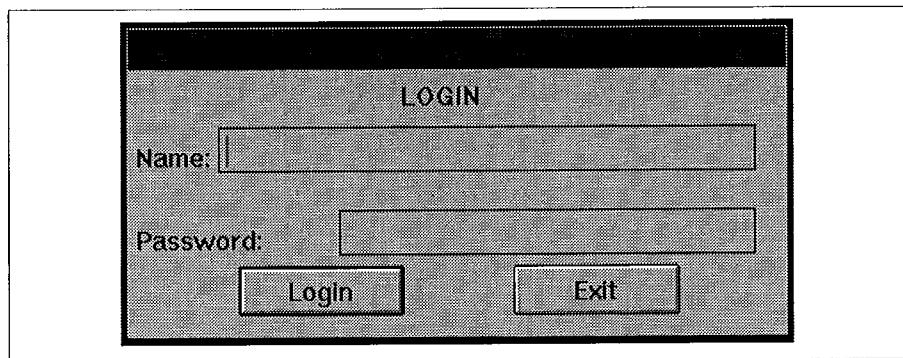

Figure 4-16 Connexion (exemple)
- 2 Cliquez sur le bouton '**Logout**' pour déconnecter l'utilisateur actuel. Le message '**Logout successful**' s'affiche à l'écran. Cliquez sur '**OK**' pour acquiescer le message et afficher la boîte de dialogue pour connecter un nouvel utilisateur, voir figure 4-16.